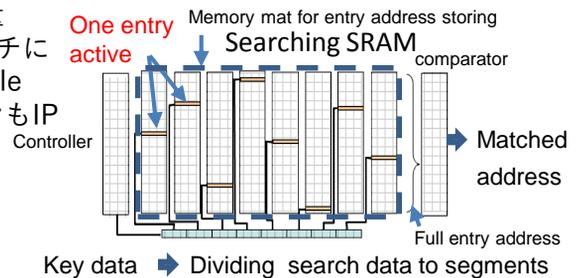

図3 最近の注目システムその2 検索エンジン：Axonerve
- 最近の注目システム その2 検索エンジン：Axonerve (図3) クラウドコンピューティングの時代になり、高速大容量ネットワーク (Internet環境) に必須のルータやスイッチに多用されている検索エンジンの一つContents Addressable Memory (CAM) の新アルゴリズムで、低電力エンジンもIPとして開発完了間近